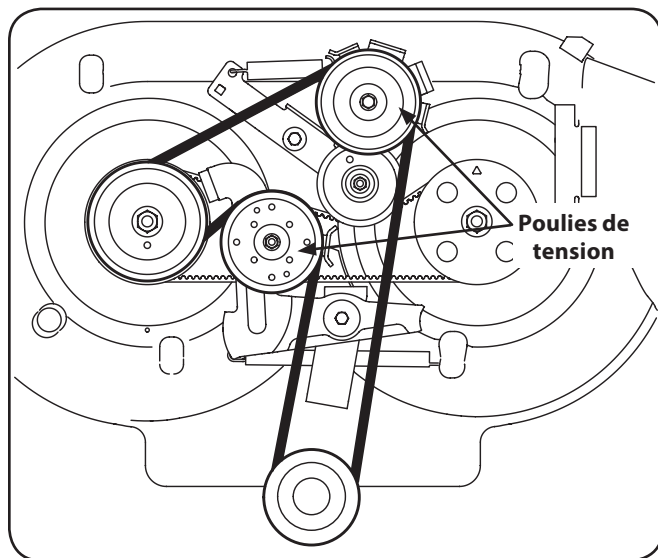

Figure 7-8
4. Desserrez l'écrou et le boulon qui retiennent chaque poulie de tension, mais ne les retirez pas. Voir Figure 7-8.
6. Installez la courroie neuve comme indiqué à la Figure 7-8.